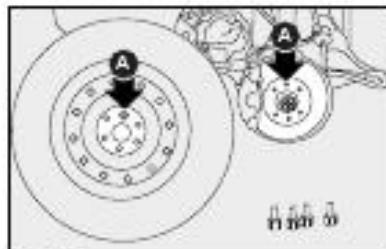

fig. 15
- Montar a roda sobressalente, encaixando os furos A-fig. 15 com os respectivos pinos.